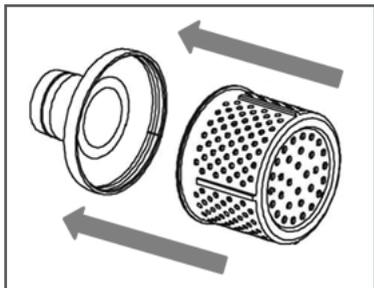

Рис. 3 Сборка фильтра всасывающего
1. Соедините верхнюю и нижнюю часть всасывающего фильтра (Рис. 3).